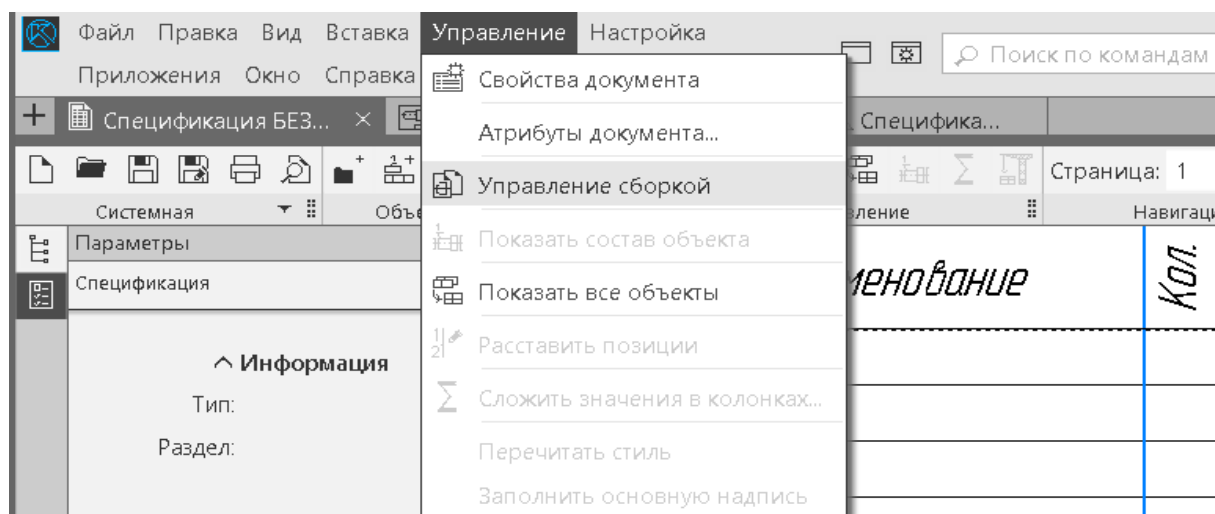

Рисунок 27. – Выбор команды Управление сборкой
1. В меню выберите команду **Управление** –  **Управление сборкой** (рисунок 27).